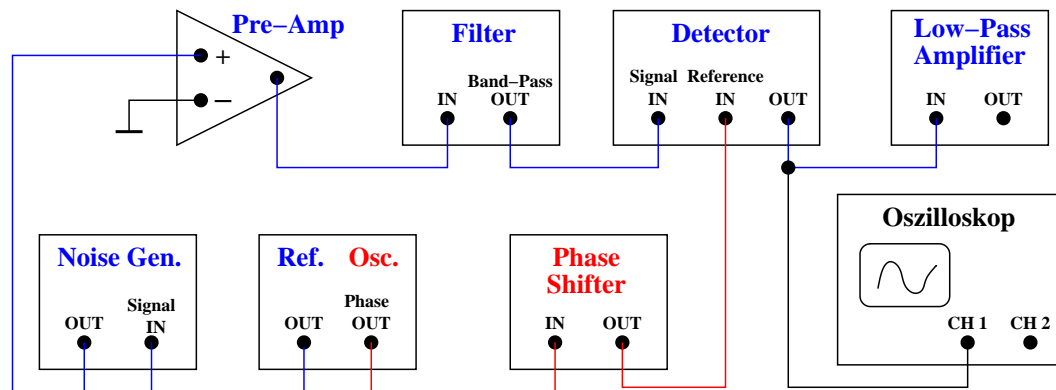

Abbildung 4: Schematischer Aufbau eines Lock-In-Verstärkers
2. Verifizieren Sie die Funktionsweise eines Lock-In-Verstärkers mit der Schaltung in Abb. 4.
2. Bauen Sie die Schaltung in Abb. 4 schrittweise auf. Brücken Sie für diesen Versuchsteil den Noise Generator bzw. stellen Sie ihn auf OFF. Geben Sie ein sinusförmiges Signal U_{sig} von ca. 1 kHz und 10 mV (Oscillator output) auf den Verstärker und mischen Sie den Ausgang mit einem Sinussignalsignal (Referenzsignal U_{ref}) identischer Frequenz. Skizzieren Sie das Ausgangssignals für mindestens 5 verschiedene Phasen. Wie sieht das Ausgangssignal aus, wenn Sie es integrieren (Tiefpaß). Messen Sie die Ausgangsspannung in Abhängigkeit von der Phasenverschiebung. Nehmen Sie mindestens 10 Meßwerte auf und vergleichen Sie das Ergebnis mit Gl. 5.